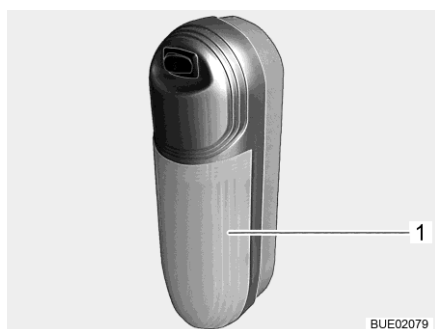

Fig. 295 Lampada a parete
- Sfilare la copertura trasparente (Fig. 295,1) dall'interruttore e rimuoverla.